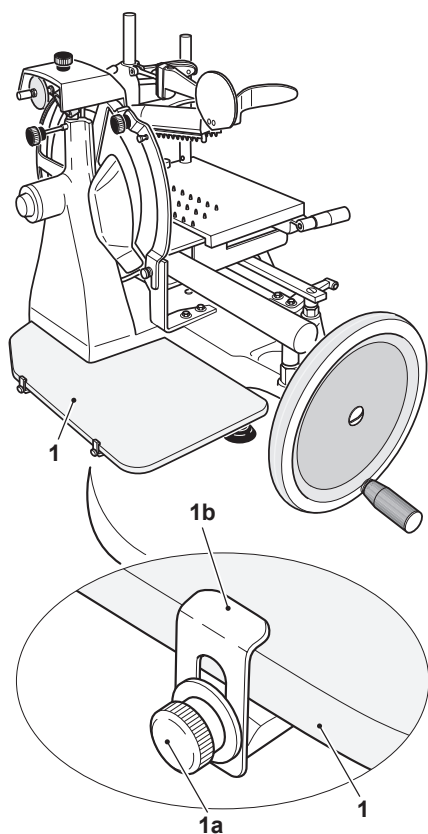

Figure 15-2
8. Retirez le plateau à tranches (1). Desserrez deux vis (1a) pour dégager la surface du plateau à tranches (1) des clips de fixation (1b) (Figure 15-2).
9. Lavez le plateau à tranches (1) avec de l'eau chaude et un détergent pour vaisselle.